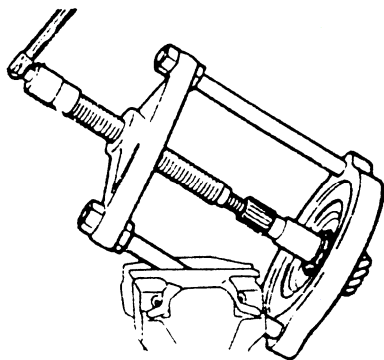

图 4-114 拆卸驱动小齿轮后轴承内座圈
(10) 拆卸驱动小齿轮后轴承内座圈时，如图 4-114 所示，用工具#D-914-P 压床、#D-914-9 接环、#C-293-39 接头组来拆卸驱动小齿轮后轴承内座圈。注意挡板或卡环皆属驱动小齿轮垫片之一部分，组合时保持总成的完整。